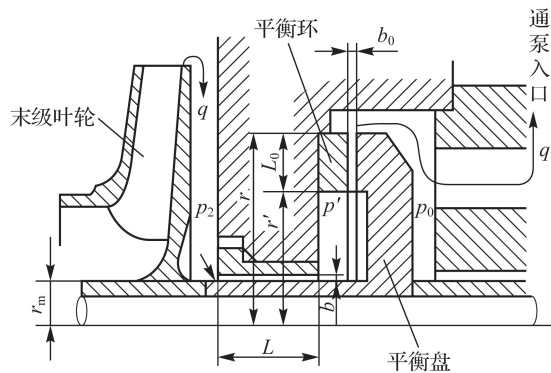

图 1-15 自动平衡盘装置
③采用平衡盘。级数较多的离心泵,更多的是采用平衡盘来平衡轴向力。平衡盘装置由平衡盘(铸铁制)和平衡环(铸铜制)组成,平衡盘装在末级叶轮后面轴上,和叶轮一起转动,平衡环固定在出水段泵体上,如图 1-15 所示。